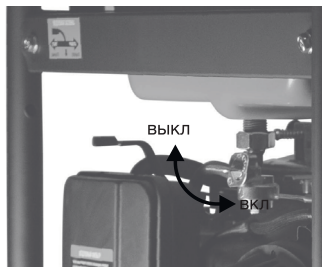

Рис. 1
2. Открыть топливный кран, переведя его в положение «Вкл» (Рис. 1).